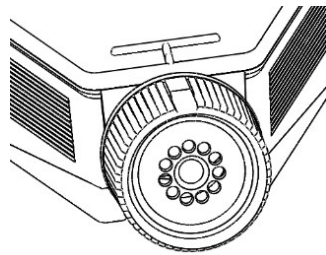

Fig 1, picture 1
- Girar a tampa rosqueável com filtro para fechar completamente (Fig. 1). A membrana filtrante PTFE hidrofóbica integrada 0,22 µm garante a troca contínua de gás. Se a membrana ficar molhada, a troca gasosa é reduzida por um curto período de tempo.